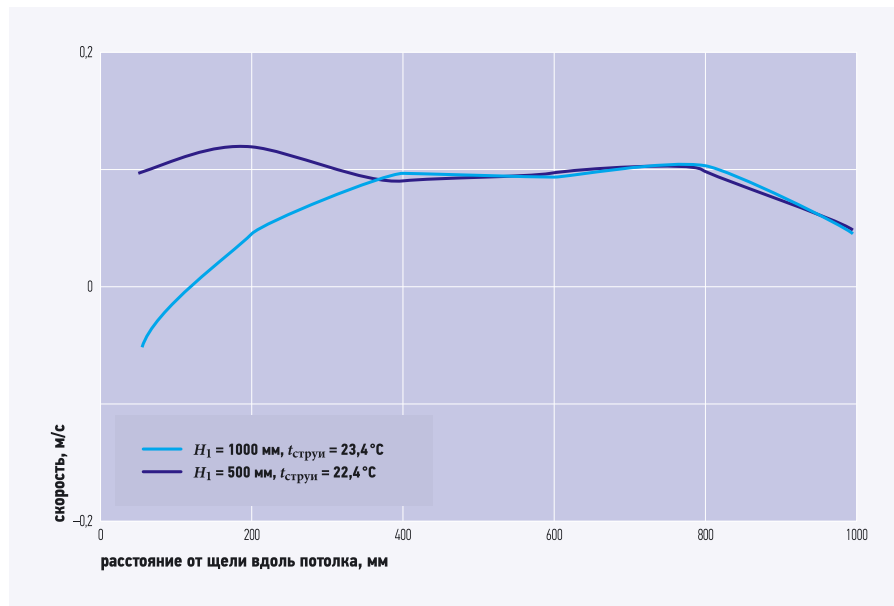

Рис. 3. Скорость воздуха в струе на расстоянии H_1 от потолка (60 м³/ч)
в оконные рамы встраивалась искусственно созданная щель (рис. 3) с возможностью ручного или автоматического регулирования ее живого сечения. Щель эту называли проветривателем, и проблема с плесенью на стенах была решена.
•• Рис. 3. Схема герметичного окна с проветривателем (качественно выполненные притворы окна не пропускают холодный наружный воздух, но он поступает в помещение через проветриватель. При этом возрастает тепловая нагрузка отопительного прибора)